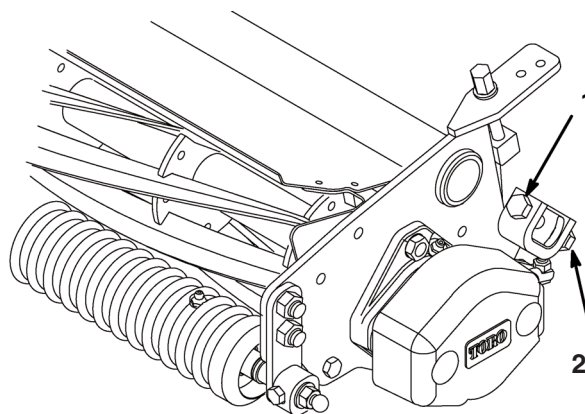

Fig. 2
2. Avvicinare la controlama alle lame del cilindro, allentando la vite di regolazione inferiore (Fig. 2) da ambo i lati dell'apparato di taglio, e serrando la vite di regolazione superiore (Fig. 2) da ambo i lati dell'apparato di taglio.